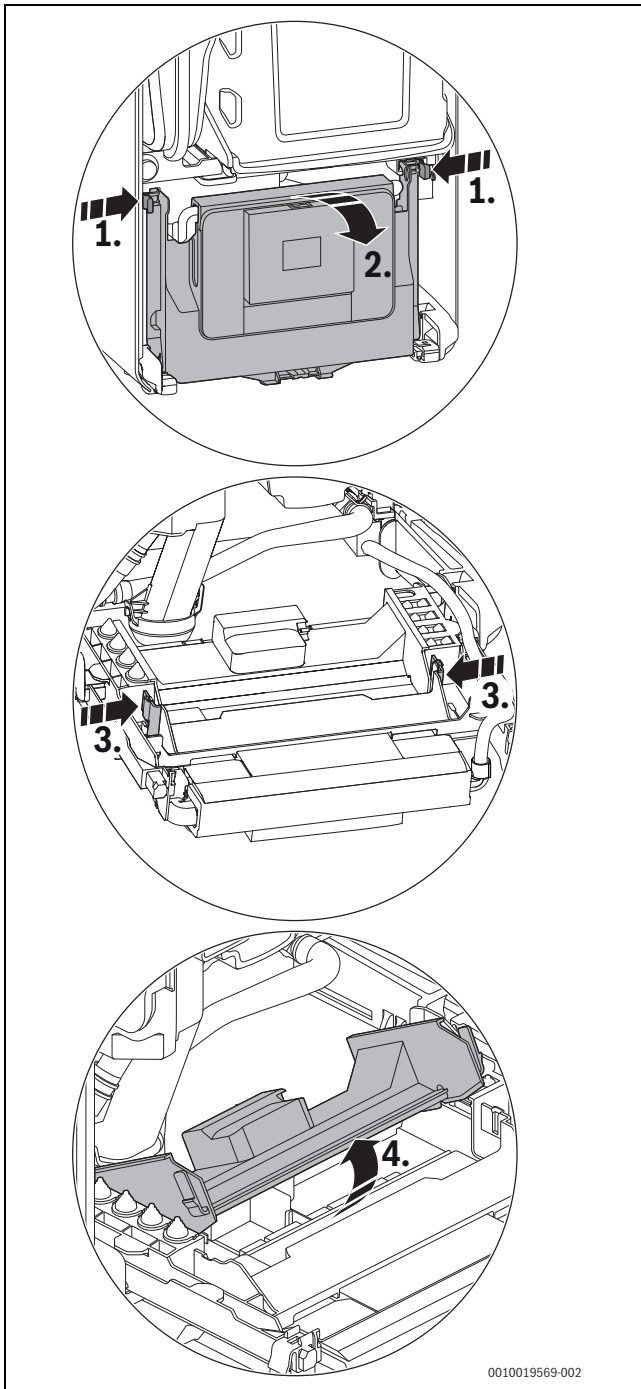

Bild 92 Abdeckung öffnen
- Steuergerät herunterklappen (→ Bild 92, Seite 48).